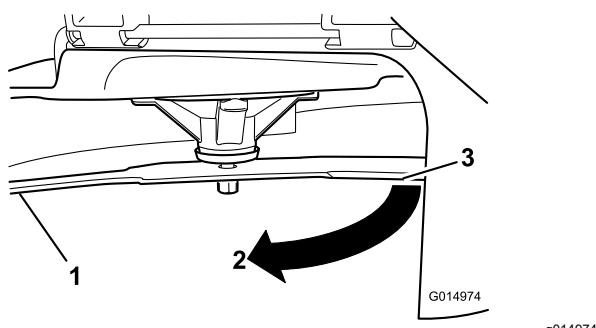

Figura 83
3. Distancia medida entre la cuchilla y la superficie (A)
4. Gire la misma cuchilla 180 grados de manera que el otro extremo esté en la misma posición (Figura 83).